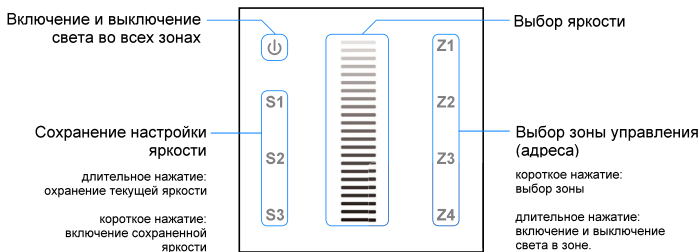

Рис.5. Назначение сенсорных кнопок управления.
- 3.9. Включите питание и проверьте работу панели. Назначение кнопок управления показано на Рис.5.